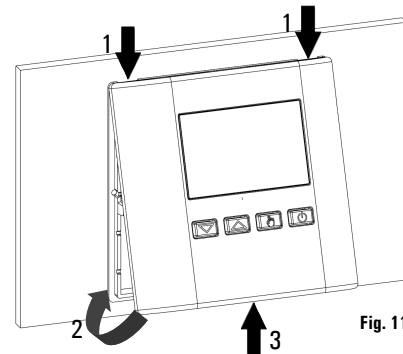

Fig. 11
- Stäng fronthöljet genom att trycka detta försiktigt nedåt och på samma gång trycka in plasttungan i bottendelen (se pil i Fig. 11).